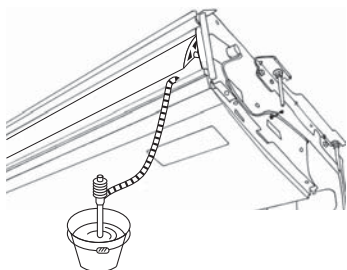

Fig. 5-3
1. Fäst rörmuffen ⑤ som medföljer enheten vid dräneringsöppningen på enheten med vinylkloridbaserat lim.
2. Fäst rörkåpan ③ som medföljer enheten på rörmuffen ⑤.
3. Fäst dräneringsröret (VP-20) vid rörmuffen ⑤ med vinylkloridbaserat lim.
4. Linda dräneringsrörsskyddet ⑦ som medföljer enheten (foglindning).
- Ⓒ Rörkåpa ③
- Ⓓ Rörmuff ⑤
- Ⓔ Dräneringsrörsskydd ⑦
5. Kontrollera efter korrekt dränering. (Fig. 5-3)